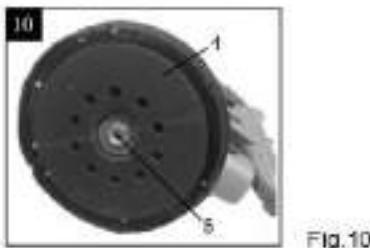

Fig.10
1. Extracción de la placa de lijado. (Fig.10) Sujete la placa de lijado (4). Afloje el tornillo (5) con una llave Allen (17) y gire en sentido contrario a las agujas del reloj. Retire la placa de lijado (4).
2. Montaje de la placa de lijado (Fig.10).